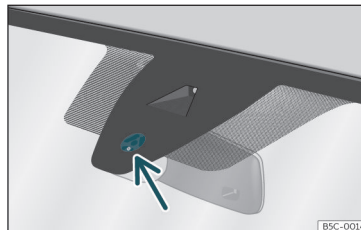

Fig. 101 Superficie sensible del sensor de lluvia.
Las posibles causas de anomalías e interpretaciones erróneas en la zona de la superficie sensible »» **fig. 101** del sensor de lluvia son, entre otras:
- Limpie regularmente la superficie sensible del sensor de lluvia »» **fig. 101** (flecha) y compruebe posibles daños en las escobillas.